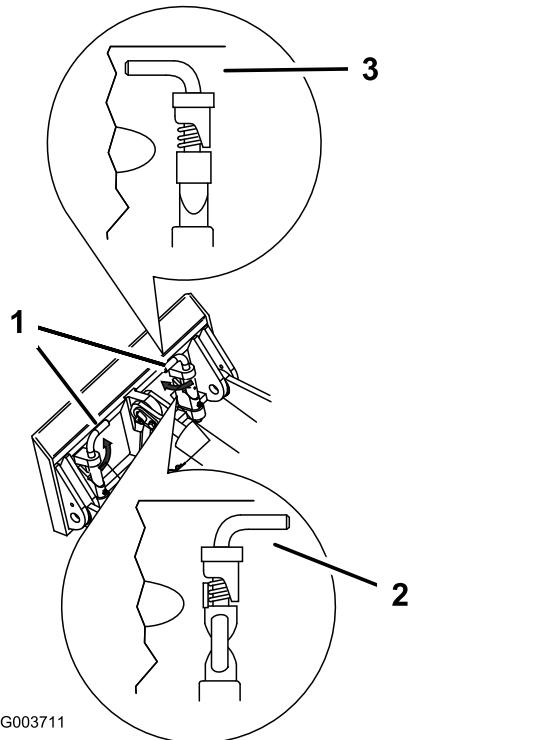

Figura 25
- Acople los pasadores de enganche rápido, asegurándose de que están correctamente introducidos hasta el fondo en la placa de montaje (Figura 25).